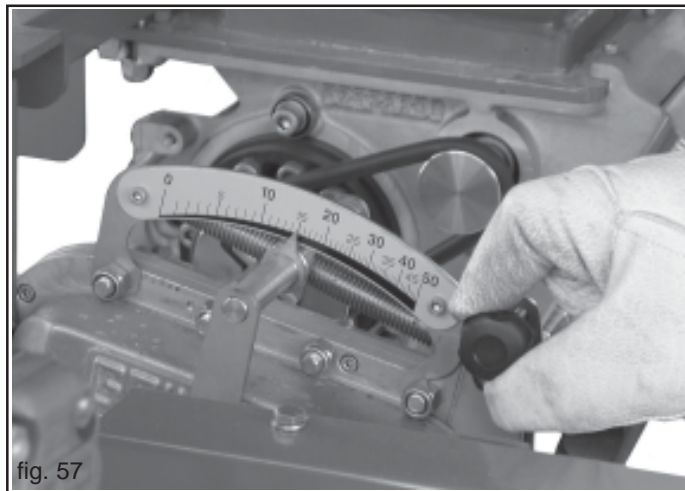

fig. 57
- Loosen Sie die Feststellschraube an der Getriebeverstellung und (Abb. 57) ...